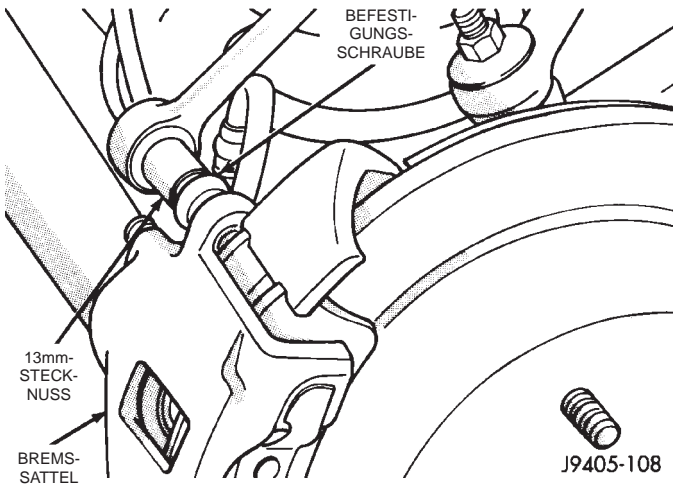

Abb. 37 Befestigungsschraube/Bremssattel
(3) Bremssattelschrauben herausdrehen (Abb. 37).
(4) Den Bremssattel mit der Hand oder mit einem Hebelwerkzeug nach hinten drehen. Dann den Bremssattel und die Bremsbacken von den Leisten an der Montagehalterung wegdrehen.
(5) Befestigungsschrauben des Bremssattels herausdrehen und den Bremsschlauch der Hinterradbremse vom Bremssattel abziehen. Metallunterlegscheiben der Befestigungsschrauben entsorgen. Die Unterlegscheiben sollten ausgetauscht und nicht wiederverwendet werden.
(6) Bremssattel aus dem Fahrzeug herausnehmen